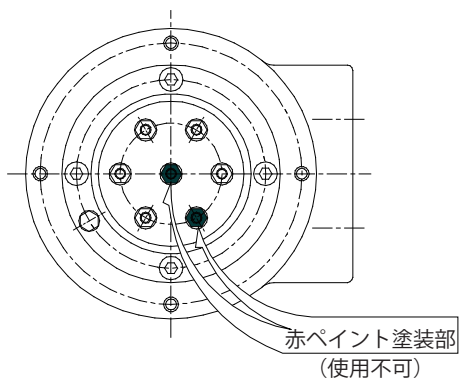

図2-9 端子台
赤ペイントでつぶしてある端子は使用しないでください。(図2-9 参照)
- (1) 端子箱のカバーを外すと端子台が見えます。(図2-9 参照)
- (2) 端子台と端子記号は次の通りになっています。(表2-4 参照)